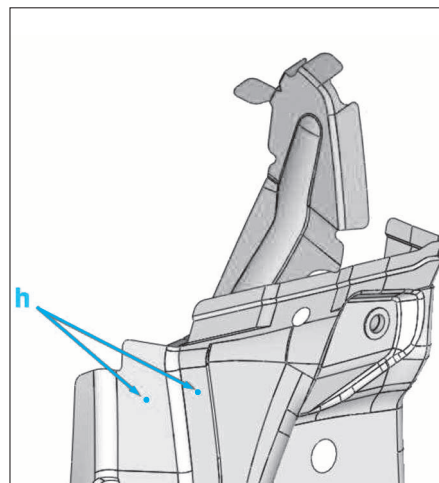

FIG. 44
- Dépointer les soudures (h) (Fig.44).